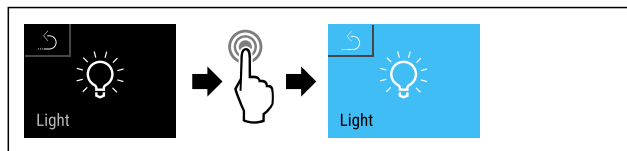

Fig. 94
- ▶ Hajtsa végre a művelet lépéseit (lásd Fig. 94) .